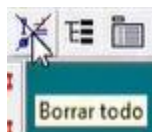

Figura 492. Borrar todo.
65. En el menú superior, seleccionar el botón “Borrar todo”. Figura 492.